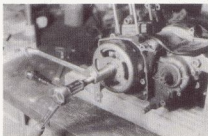

Bild 96
- Zum Abnehmen des Magnetläufers braucht man einen Spezialabzieher, der in Bild 56.3 gezeichnet und als Foto in Bild 96 gezeigt ist. Er trägt auf der Abziehglocke ein Linksgewinde M27×1. Die konische Nabe des Magnetläufers sitzt sehr fest auf dem konischen Zapfen der Pleuelwelle. Der Keil und die beiden zugehörigen Keilnuten dienen nicht der Übertragung von Drehkraft, sondern der Fixierung der Einbauposition. Bei der Montage beider Bauteile ist darauf zu achten,